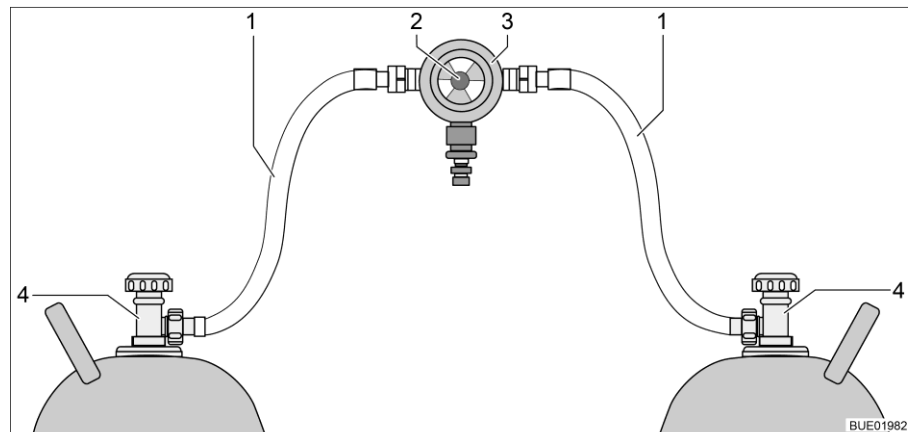
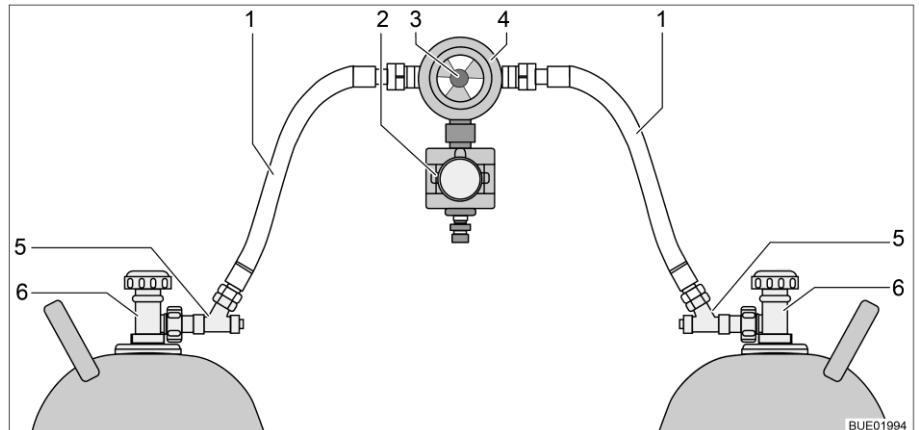
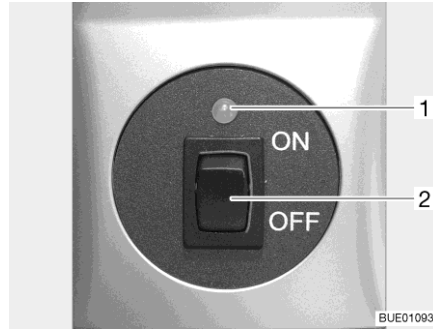
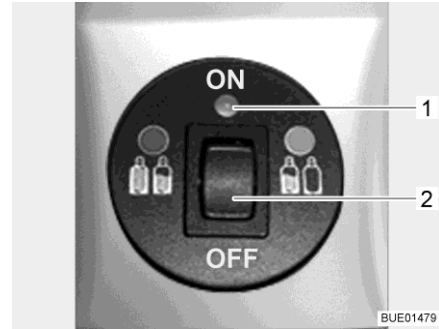

Fig. 39 Instalación de conmutación de bombonas de gas
Fig. 40 Instalación de conmutación de bombonas de gas con CPU
Fig. 41 Unidad de mando
Fig. 42 Unidad de mando con indicación a distancia
La instalación de conmutación de bombonas de gas consiste de un regulador de presión de gas combinado, con válvula selectora e indicador (Fig. 39,3). La instalación de conmutación de bombonas de gas está montada entre las dos gommas del gas (Fig. 39,1).
La instalación de conmutación de bombonas de gas consiste de un regulador de presión de gas combinado, con válvula selector e indicador (Fig. 40,4) y una electroválvula (Fig. 40,2). En caso de una frenada a fondo, un accidente o una extrema posición inclinada, la electroválvula bloquea el suministro de gas al vehículo. La instalación de conmutación de bombonas de gas está montada entre las dos gomas del gas (Fig. 40,1) con dispositivos de seguridad en caso de rotura de manguera (Fig. 40,5).
Con el botón giratorio (Fig. 39,2 ó bien Fig. 40,3) en la instalación de conmutación de bombonas de gas se puede determinar cuál de las bombonas de gas se utilizará como bombona de servicio y cuál bombona de gas como bombona de reserva.
En la unidad de mando (Fig. 41) únicamente pueden conmutarse las funciones eléctricas. Las llaves de paso principales de las bombonas de gas (Fig. 39,4 ó bien Fig. 40,6) deben abrirse y cerrarse a mano.
La luz de control en la unidad de mando indica el estado de la instalación de gas. Si la luz de control (Fig. 41,1) está encendida de color verde, la instalación está bien. Si la luz de control parpadea o se enciende de color rojo, se ha presentado una avería. El suministro de gas está interrumpido.
La luz de control en la unidad de mando (Fig. 42,1) indica el estado de la instalación de gas:
- Abrir las llaves de paso principales en las bombonas de gas (Fig. 39,4 ó bien Fig. 40,6).
- Pulsar los dispositivos de seguridad en caso de rotura de manguera (Fig. 40,5), uno tras otro, por 10 segundos.
- Con el botón giratorio (Fig. 39,2 ó bien Fig. 40,3) en la instalación de conmutación, seleccionar la bombona de gas de la que habrá de tomarse el gas con prioridad (bombona de servicio). Girar el botón giratorio siempre hasta el tope.
- Conectar la instalación de conmutación en la unidad de mando. Para esto, poner el interruptor basculante (Fig. 41,2 ó Fig. 42,2) en la posición "ON". Ahora, estará purgada de aire la válvula selectora. La luz de control (Fig. 41,1 ó Fig. 42,1) parpadea de color amarillo (prueba de sistema) y a continuación se enciende de color verde.
- Poner el interruptor basculante (Fig. 41,2 ó Fig. 42,2) en la posición "OFF". La luz de control (Fig. 41,1 ó Fig. 42,1) se apaga.
- Cerrar las llaves de paso principales en las bombonas de gas (Fig. 39,4 ó Fig. 40,6).